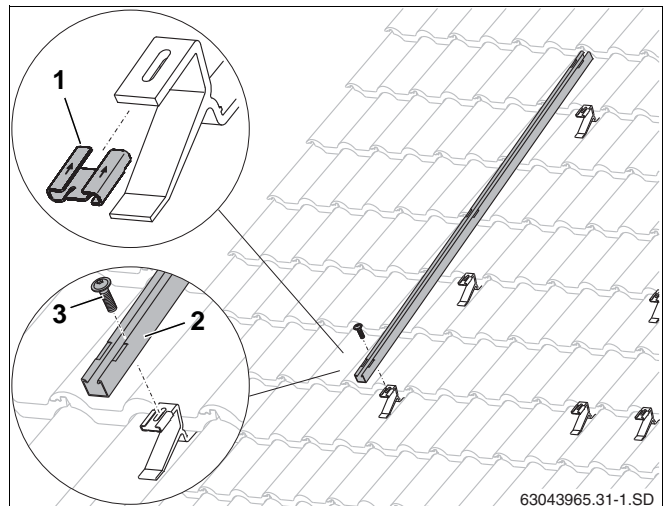

Fig. 29 Fastgøring af snelastprofilen
- ▶ Skub skydemøtrikken (fig. 29, **pos. 1**) i pilens retning på tagkrogen.
- ▶ Læg snelastprofilen (fig. 29, **pos. 2**) på tagkroge, og skru fast med skruen M8 (fig. 29, **pos. 3**).